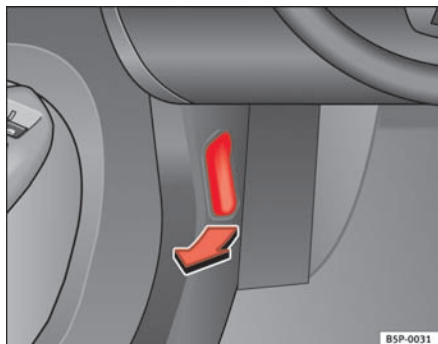

Fig. 155 Udsnit af fodrummet i førersiden: udløserarm til motorhjelmen
- Træk grebet under instrumentpanelet ⇒ fig. 155 i pilens retning for at åbne motorhjelmen. Motorhjelmen bliver løsnet ved hjælp af en fjeder ⇒ ⚠.